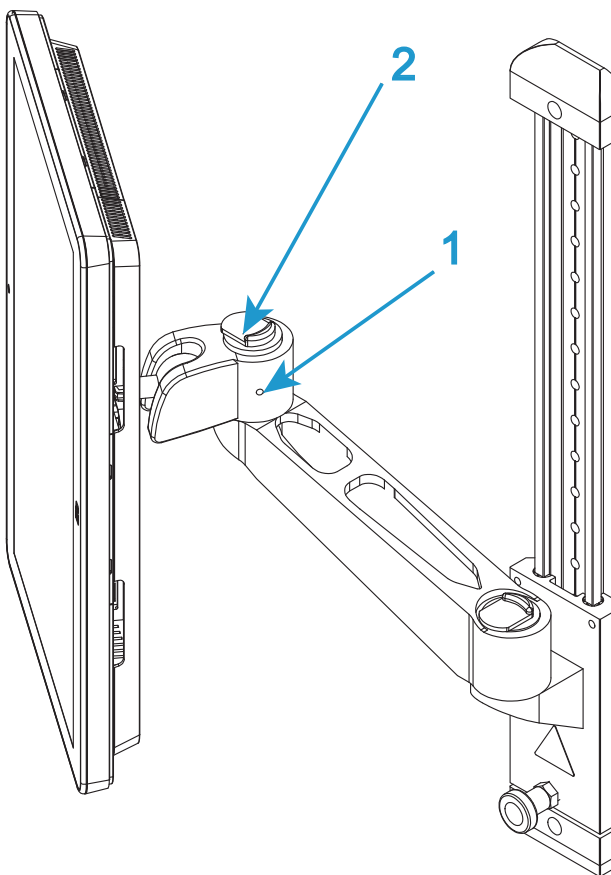
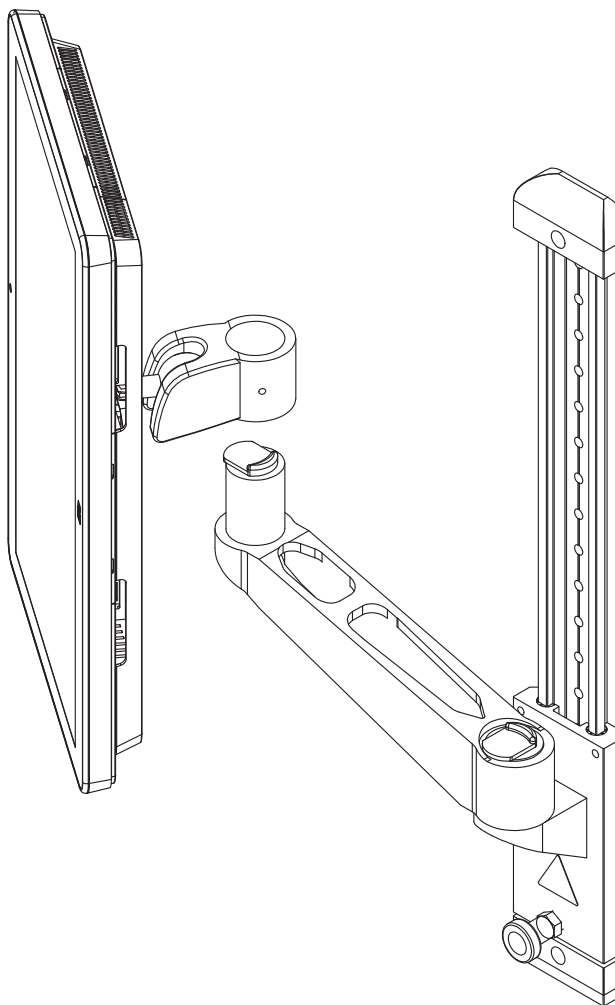

Figura 12. Braccio di montaggio
Figura 13. Sollevare per rimuovere
3. Se necessario, allentare la vite di fissaggio posta lateralmente sul "gomito" del braccio di montaggio (1 in Figura 12 a pagina 50).
4. Mettere in funzione il meccanismo di rilascio sulla parte superiore del "gomito" (2 in Figura 12 a pagina 50) e sollevare Dashboard operatore® Bluehill lontano dal braccio di montaggio (Figura 13 a pagina 51).